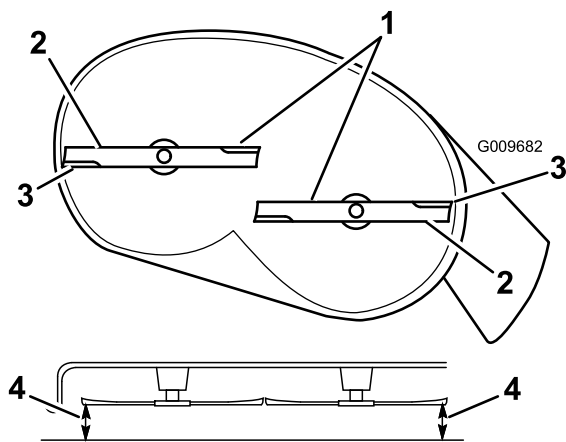
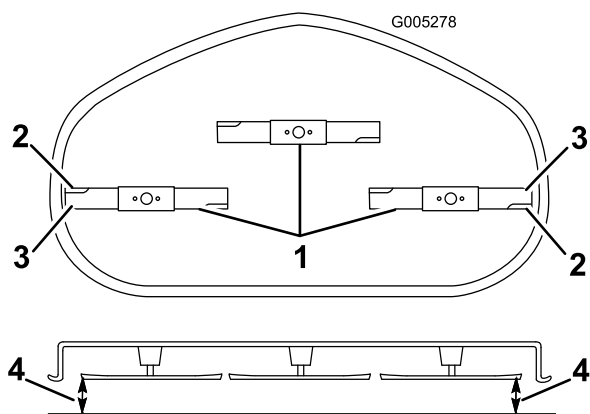

Figura 51
Figura 52
4. Gire cuidadosamente las cuchillas hasta que estén todas orientadas lateralmente (Figura 51 y Figura 52).
- Mida entre los bordes de corte exteriores y la superficie plana (Figura 51 y Figura 52).